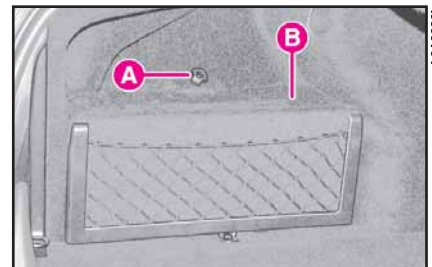

fig. 130
- 2) Dévisser le pommeau **A** (fig. 130) et enlever le couvercle **B** de la batterie.